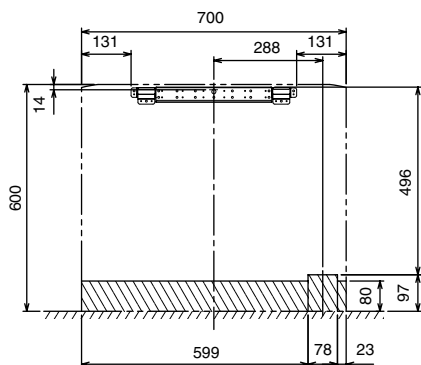

Fig. 3-7
- 1) Для трубопроводов сзади или слева сзади (Fig. 3-7)